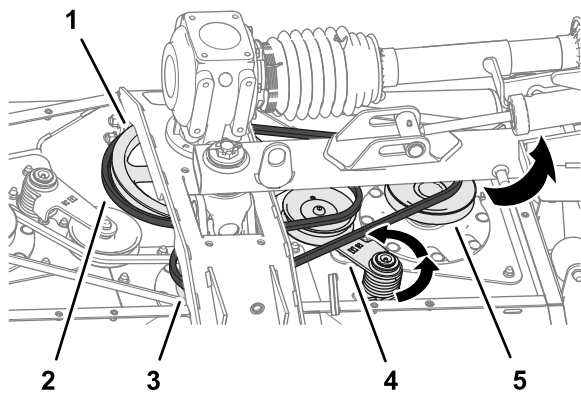

Рисунок 65
2. С помощью монтировки или аналогичного инструмента поверните натяжитель длинного ремня против часовой стрелки и снимите ремень со шкива натяжителя (Рисунок 65).
3. Сдвиньте длинный ремень с ведущего шкива, шкива среднего шпинделя и шкива правого шпинделя (Рисунок 65).